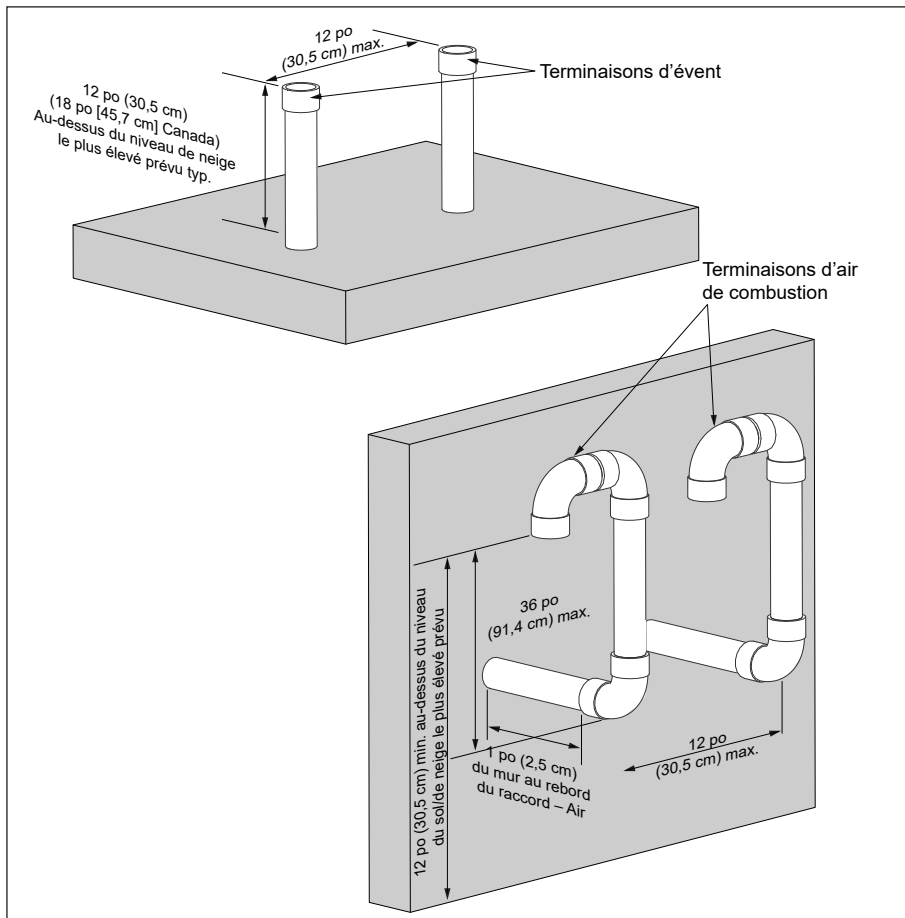

Fig. 13 - Ventilation directe - Terminaisons d'air de combustion sur mur latéral et d'évent vertical de plusieurs chaudières INSTINCT
2. Chaque terminaison d'évent et d'air de combustion doit être à un minimum de distance de 12 po [30,5 cm] de la terminaison adjacente, dans le cas des installations aux États-Unis, comme illustré à la fig. 13 ci-dessous. Pour les installations au Canada, fournissez les dégagements exigés par la norme CAN/CSA B149.1.